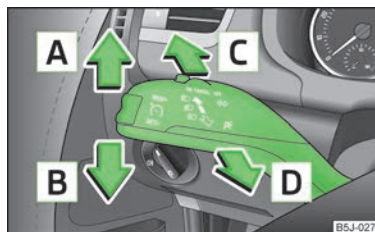

Fig. 26
- Presionar la palanca de intermitentes » fig. 26 de la página 42 hacia arriba o hacia abajo; se conectará la luz de posición en el lado derecho o izquierdo del vehículo.
- Presionar la palanca » fig. 26 hacia arriba o hacia abajo .
- Empujar la palanca » fig. 26 hacia delante en la dirección de la flecha .
- Tirar de la palanca » fig. 26 hacia el volante (posición de suspensión elástica) en la dirección de la flecha - se encienden la luz de carretera y el testigo de control en el cuadro de instrumentos.